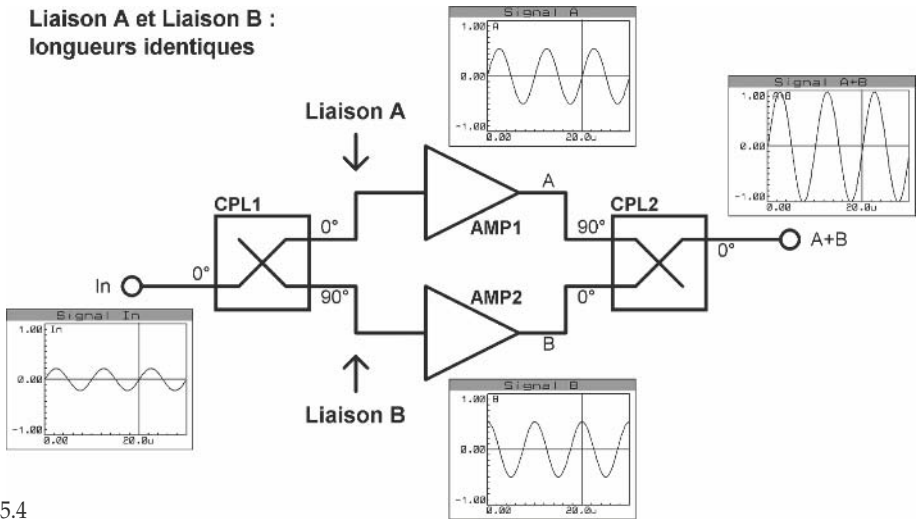

Figure 5.4
**Tentatoo** – Dans ce cas, le synoptique de la **figure 5.4** devrait être tout aussi limpide pour vous que le précédent. Dans celui-ci, les longueurs des liaisons entre le coupleur CPL1 et les deux amplificateurs (liaisons A et B) sont identiques. La somme dans le coupleur CPL2 s’effectue correctement et on retrouve en sortie une puissance qui correspond à l’addition des puissances issues des deux amplificateurs.